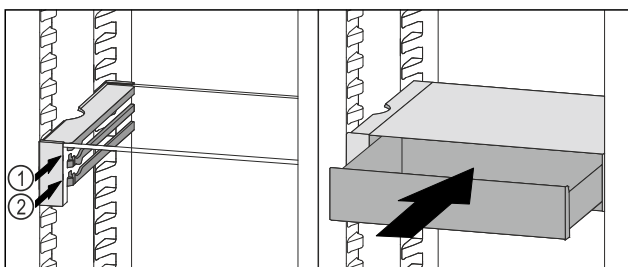

Fig. 63
- VarioSafe-Schubfach hinter den Stopperrn auf gewünschter Rippe Fig. 63 (1) oder Fig. 63 (2) aufsetzen.